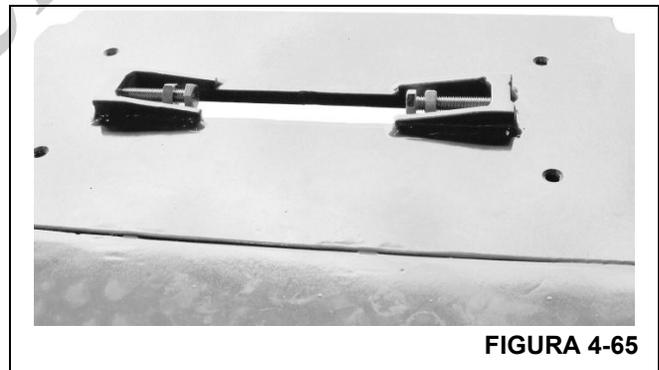

FIGURA 4-65
- 10. Instale los pernos de ajuste y contratuercas en el miembro soldado de la almohadilla de desgaste ajustable superior. No instale las almohadillas de desgaste por el momento (Figura 4-65).